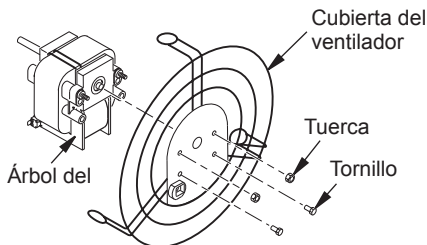

Figura 11. Extracción o fijación del resguardo del ventilador al motor
4. Usando un destornillador para tuercas, extraiga dos tuercas y dos tornillos que fijan el resguardo del ventilador al motor. Extraiga del motor el resguardo del ventilador (consulte la figura 11).